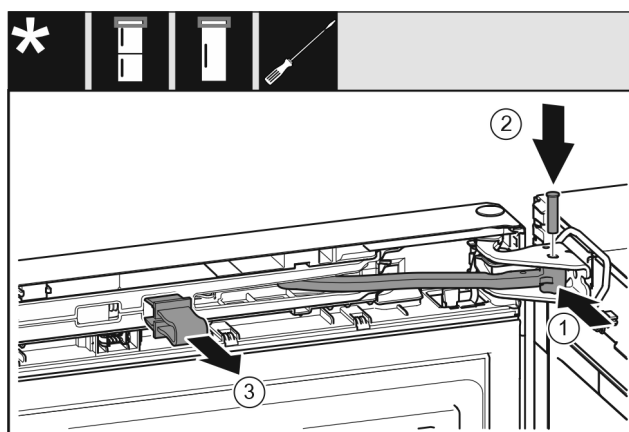

Fig. 71
- ▶ Obrócić przegub w płytce zawiasu Fig. 71 (1).
- ▶ Umieścić sworzeń Fig. 71 (2) w płytce zawiasu i przegubie. Zwrócić przy tym uwagę, aby krzywka zatrzaskowa została prawidłowo umieszczona w rowku.
- ▶ Zdjąć zabezpieczenie Fig. 71 (3).